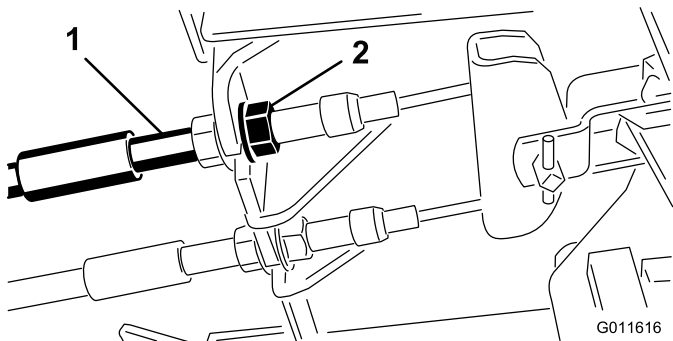

図 66
1. 遊びを減らすブレーキを締めるには、ブレーキケーブルのネジ山の前ナットをゆるめ、後ろのナットを締める (図 66)。